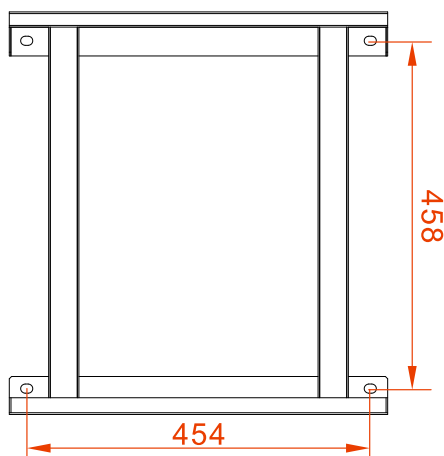

Figura 3-3 As dimensões dos furos de instalação do suporte de instalação (Unidade: mm)
O inversor pode ser instalado na parede ou suporte de metal através do suporte de instalação equipado, as dimensões dos furos do suporte de instalação são as mostradas em Figura 3-3.
- Etapa 2 De acordo com as dimensões dos furos do suporte de instalação (conforme mostrado na Figura 3-3), marque a posição dos furos de instalação na parede. Faça furos verticalmente na parede com uma furadeira de impacto de acordo com as marcas de posição.